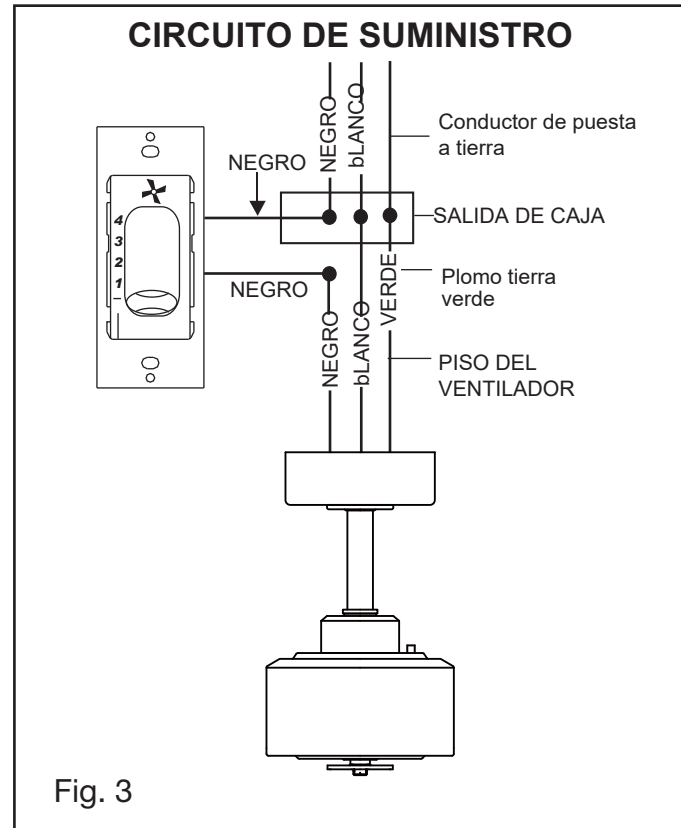

Fig. 3
- 6 Deslice la cubierta del yugo, el anillo de ajuste y la cubierta sobre la varilla. (Fig. 3)
- 8 Pase los alambres a través de los agujeros en la tapa de humedad de la bola de goma y deslice la tapa hacia abajo sobre la parte superior de la bola. (Fig. 3)
si. Conexión de los cables del interruptor de pared a los cables de la caja de toma de corriente. (Fig. 3 y 4)